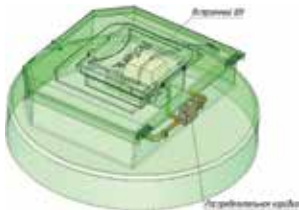

Рис. 5
8.1 Тип 1 - стандартная комплектация - встроенный в крышку изделия (рис. 5)